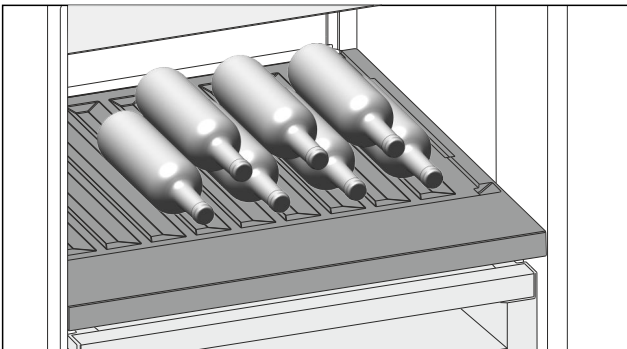

Fig. 168 Beispielhafte Darstellung
- ▶ Flaschen mit dem Boden nach hinten zur Rückwand einlegen. (siehe Fig. 168)